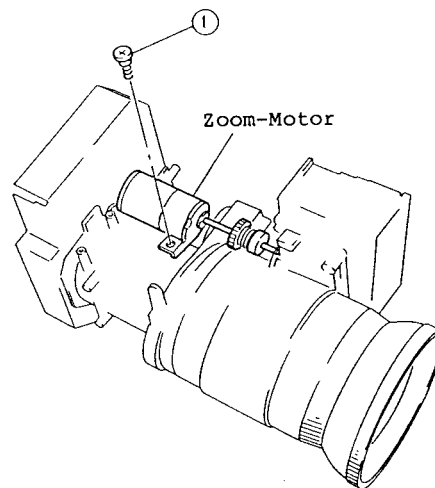

Abb. 2-103
1. Eine (1) Befestigungsschraube des Zoom-Motors entfernen (siehe Abb. 2-103).